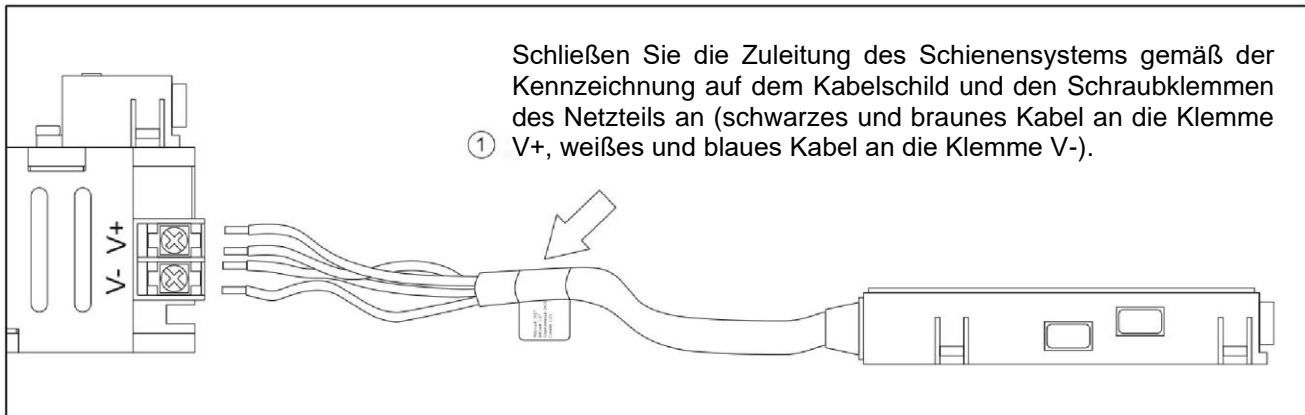

Abb. 1 Anschluss der Zuleitung des Schienensystems
- Verbinden Sie die Zuleitungen des Schienensystems mit den entsprechenden Schraubklemmen des Netzteils (braunes und schwarzes Kabel an die Klemme V+, weißes und blaues Kabel an die Klemme V-). Siehe Abb. 1.